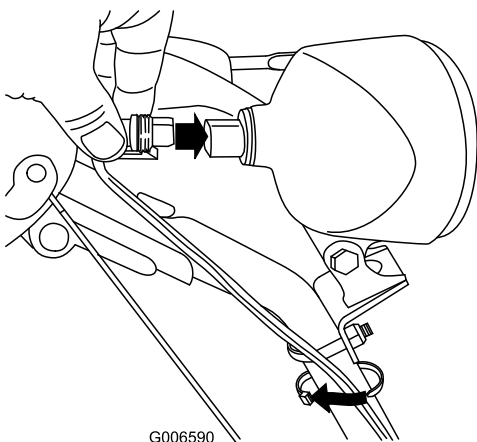

Figura 62
6. Inserite il connettore del cavo nel retro del faro, finché non è saldo (Figura 62).